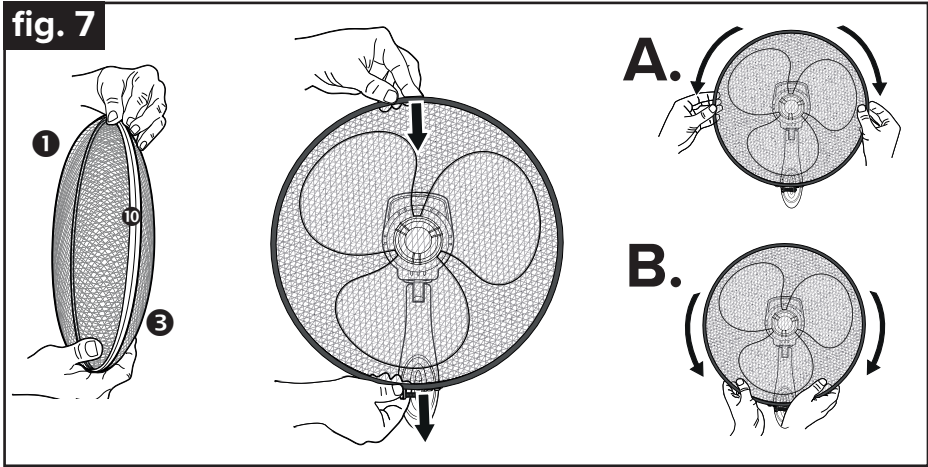

fig. 8
- **Рисунок 8:** Убедитесь, что кольцо решетки ⑩ закрыто и две защитные решетки (①+③) зацепились за кольцо решетки. Если передняя защитная решетка упадет при работающем вентиляторе, крыльчатка может сломаться и причинить серьезную травму пользователю из-за разлетающихся пластиковых деталей.